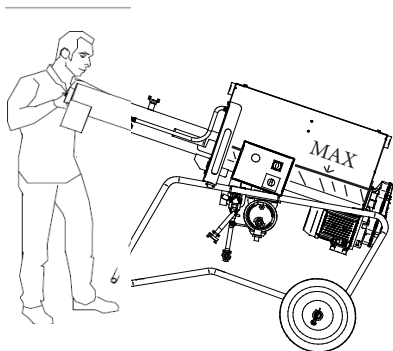
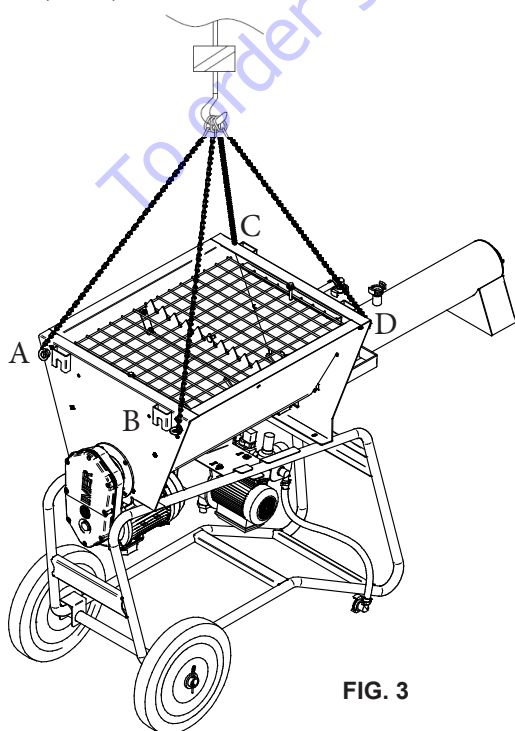

FIG. 2
FIG. 3
8. TRANSPORTIERBARKEIT (siehe Abb. 2 und Abb. 3)
Den Mixer an den Transportgriffen anheben und in die gewünschte Richtung schieben (Abb. 2).
- ACHTUNG! Die Maschine darf ausschließlich anhand der in Abb. 3 gezeigten Hubpunkte angehoben werden.
Die Maschine anhand der hierfür vorgesehenen vier Ringe transportieren (Abb. 3).